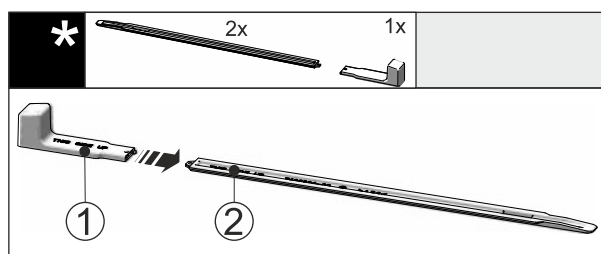

Fig. 50
- ▶ Postavite montažnu ručku Fig. 50 (1) na šinu za Fig. 50 (2) niveliranje.